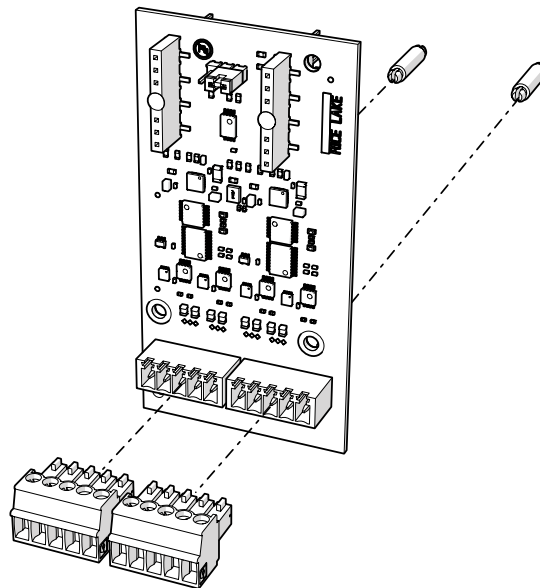

Abbildung 1. Optionskarte mit 2-facher serieller Schnittstelle
Abbildung 1 und Tabelle 1 zeigen die Teile, die mit der Optionskarte mit 2-facher serieller Schnittstelle ausgeliefert werden:
3. Bauen Sie die beiden Abstandshalter für die Platine der Optionskarte gemäß Abbildung 1 auf Seite 1 ein.